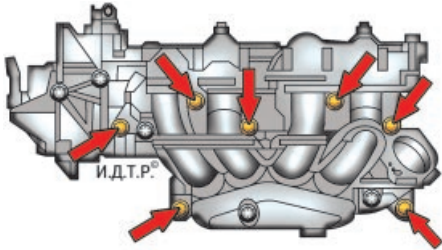

Рис. 5.35. Болты крепления впускной трубы
10. Выверните семь болтов крепления впускной трубы (рис. 5.35), а затем снимите ее в сборе с дроссельным узлом и установленную под ней прокладку.